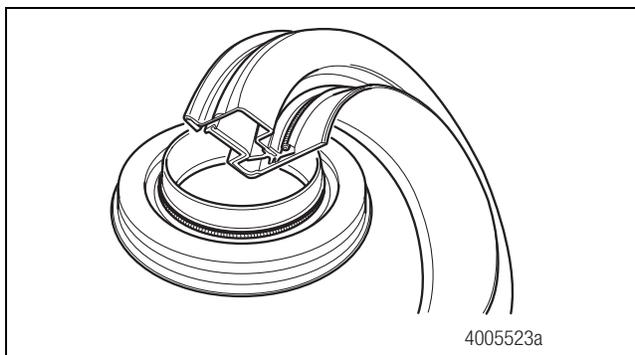

Figure 5.35
1. Retirer la bague d'étanchéité multilèvre de remplacement de son emballage. Figure 5.35.